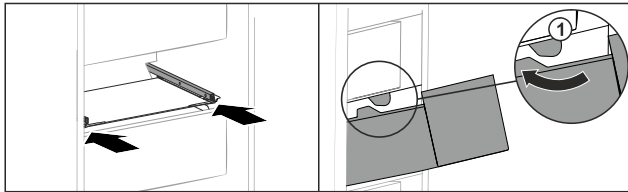

Fig. 208
- ▶ Vezesse el a fiókot az ütközők Fig. 208 (1) körül.